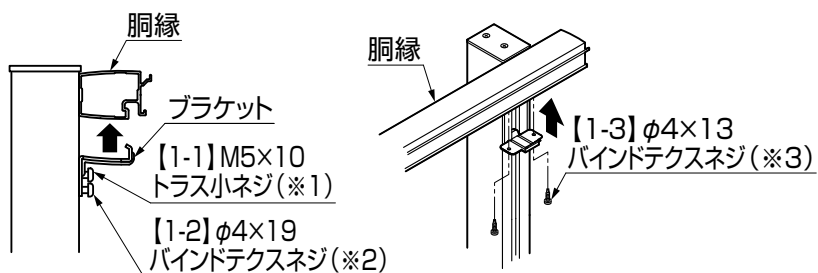

図1-5
- ⑤ 【1-1】を一旦緩めて(※1) 胴縁にブラケットをはめ込み、再び締め付けてください。(図1-5参照)
- ⑥ 控え柱とブラケットを【1-2】で固定してください。(※2)
- ⑦ 胴縁とブラケットを【1-3】で固定してください。(※3)